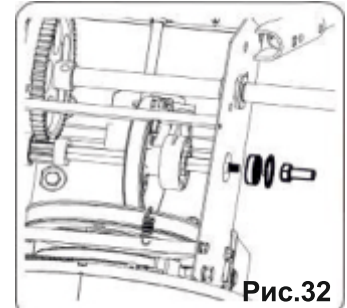

Рис.32
2. Осторожно снимите шестигранную гайку и шайбу, которая крепит шестигранный вал к раме снегоуборочной машины и слегка нажмите на конец вала, чтобы выбить шарикоподшипник с правой стороны рамы (Рис. 32).